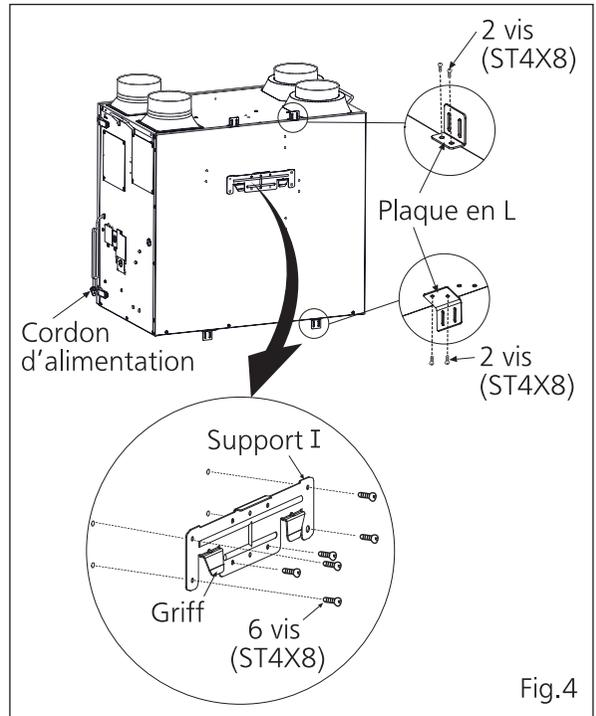

Fig.4
2. Fixez le support I à l'arrière du boîtier avec des vis (ST4X8) et montez la plaque en L sur les deux côtés du boîtier avec des vis (ST4X8). (Fig. 4)